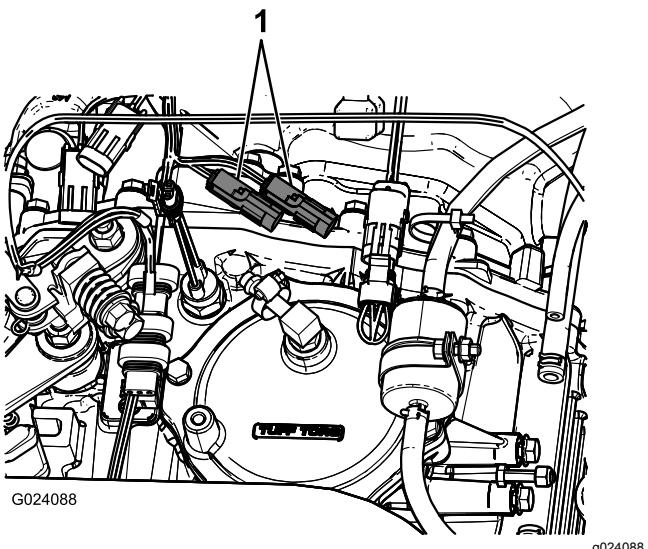

Figura 16
2. Nel transaxle della macchina, collegate il connettore a 3 pin del cablaggio preassemblato della macchina per il sensore della velocità al connettore a 3 prese del cablaggio preassemblato dell'irroratrice per il sensore della velocità (Figura 16).